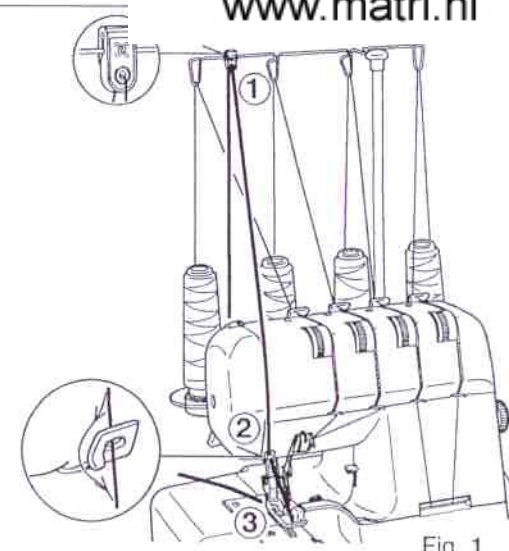

Fig. 1
1. Placer le guide-fil spécial amovible doté en accessoire sur l'antenne porte-fils (Fig.1).
2. Placer un fil de renfort, tel que fil de laine, cordonnet fin ou élastique, etc ... à l'arrière des porte-bobines de la machine. Passer le fil de renfort dans les guides spéciaux (1) et (2) montés sur la coque de la machine, puis dans le passe-fil de l'aiguille gauche (3). Voir Fig.1.
1. Colocar la guía del cordón en la barra guía del hilo (Fig. 1).
2. Colocar un cordón "rellenador" como algodón de ganchillo, guimpe, lana, hilo de punto o hilo arrugado elástico en la parte posterior del carrete de la máquina. Pasar el cordón a través de las guías del cordón (1) y (2) y luego a través de la guía del hilo de la aguja izquierda (3). Ver Fig. 1.
1. Porre la guida del cordone sul sostegno guida filo. (Fig. 1).
2. Porre un cordone quale cotone da crochet, lana, filo di maglia o filo elastico, dietro il perno della spola di filo. Far passare il cordone attraverso il guida filo ago di sinistra (3) vedere Fig. 1.
1. Kijk de extra, koordgeleider op de garenstandaard-antenne zoals afgebeeld.(Fig.1.)
2. Plaats een koordje van katoen, elastiek, of wollen draad, aan de achterzijde van de machine op de tafel. Geleid het koordje door de extra koordgeleiders (1) en (2) en daarna door de linker naalddraadgeleider (3). Zie Fig. 1.